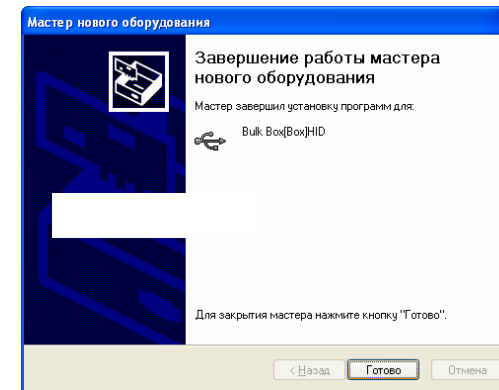

Рисунок 6.10
– на экране появится окно (рисунок 6.10). Для завершения установки драйвера щелкнуть по кнопке **Готово**.